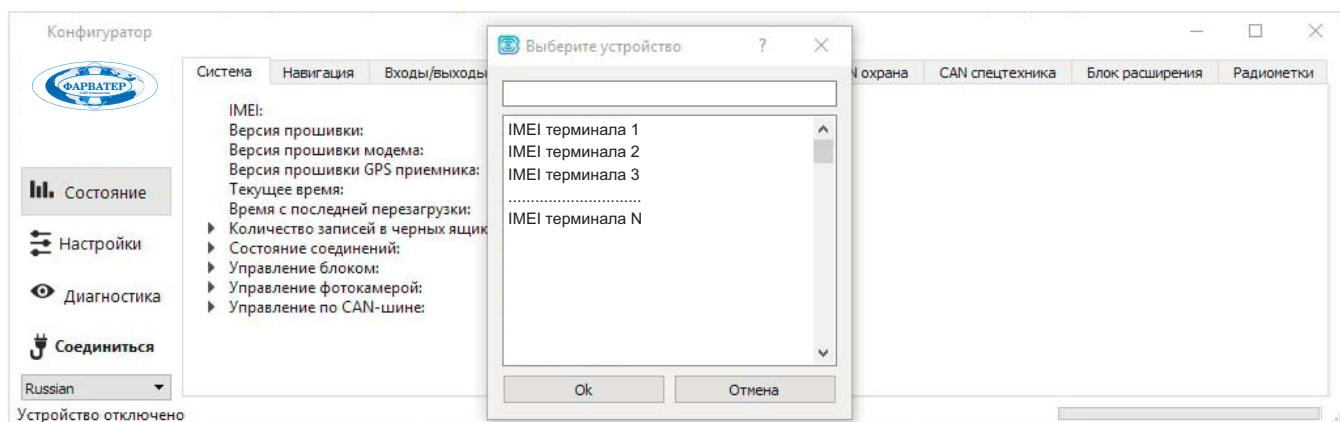

Рис. 4.2.
- Из предлагаемого списка выберите нужное устройство и нажмите «OK» (Рис. 4.2.).